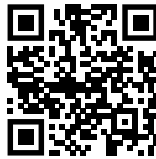

Fig. 139
- ▶ Avage Liebherr SmartMonitoring Dashboard. (vt. Fig. 139) Külmikul ja sügavkülmikul: